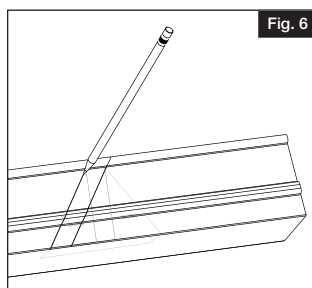
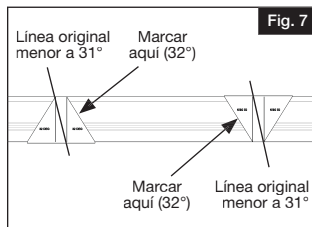

Fig. 6
Fig. 7
- Antes de la instalación de los barros de aluminio, inserte la tira de espuma suministrada en la parte superior del travesaño superior y en la parte inferior del travesaño inferior (los lados opuestos de los orificios ranurados). Corte a la longitud de los travesaños. A continuación, retire 1" de la tira de papel de cada extremo para exponer el adhesivo (Fig. 6).
Encaje a presión las tiras de espuma a los travesaños (Fig. 7). NO quite la tira de papel de la tira completa, SÓLO quite 1" de cada extremo.
- De la línea original creada por el poste, marque otra línea a 1.75 cm (11/16") del interior del travesaño inferior (más cercano a los orificios ranurados del barrote) (Fig. 6). Esto se logra utilizando la plantilla de ángulos (Fig. 7). Esta remoción adicional de material le permite dejar el suficiente espacio para los soportes cuando instale el travesaño. Para este ángulo de 26° a 31°, la nueva línea NO estará paralela a la línea dibujada previamente.